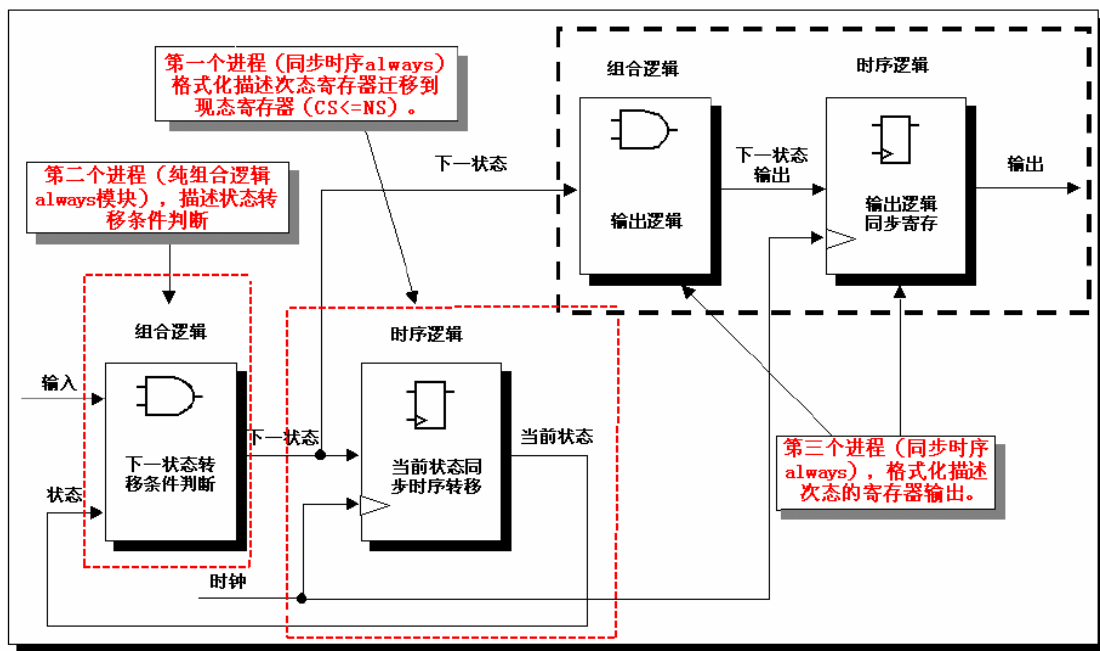
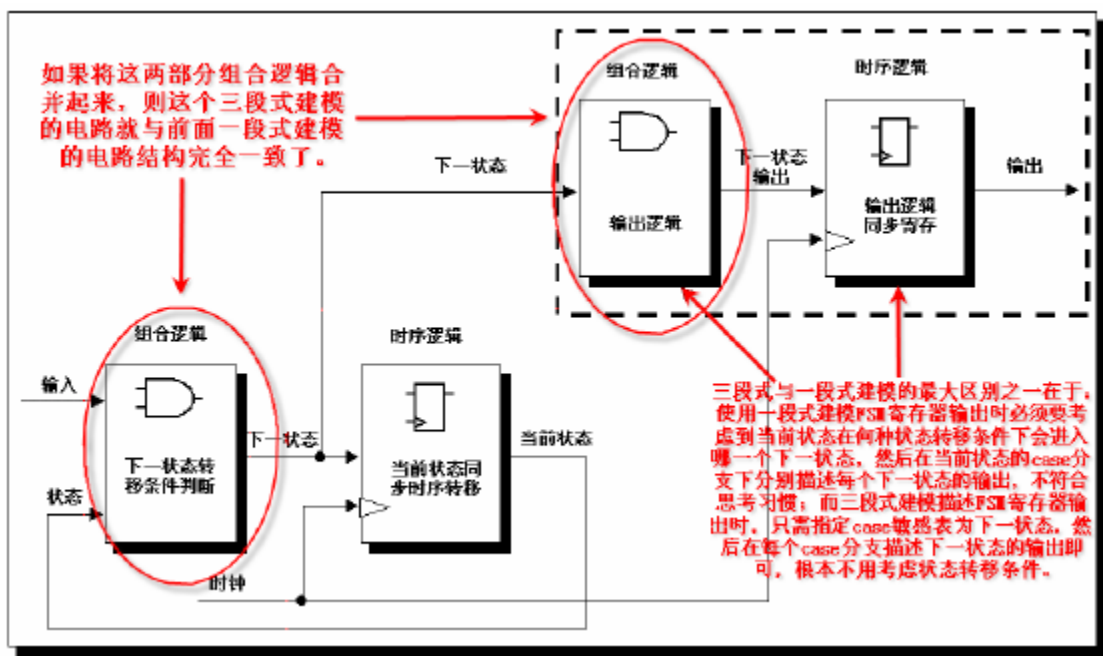

图6-6 三段式 FSM 描述结构图
图6-7 三段式建模结构与一段式建模结构的关系图
三段式写法可以概括为图 6-6 描述的结构。
这里我们反复强调 n 段式描述方法其实是 FSM 的三种建模方式。大家回顾一下状态转移图 6-3 描述的 FSM，在学习本节之前，大家可能会有产生各种不同的描述思路，通过本节的学习，希望读者能够自然而然地想到用图 6-5（对应两段式思路）和图 6-6（对应三段式思路）的结构建模。其实对于绝大多数 FSM，都可以采样图 6-4，或图 6-5，或图 6-6 的结构建模。一般来说，笔者推荐使用后两种结构建模。这是因为：两段式思路建模结构清晰，描述简洁，便于约束，而且如果允许输出逻辑允许插入一个节拍，就可以通过插入输出寄存器改善输出逻辑的时序并避免组合逻辑的毛刺；三段式思路建模结构清晰，格式化的结构，解决了不改变时序要求的前提下用寄存器做状态输出的问题。请大家仔细研究图 6-4、图 6-5、图 6-6 体会三种建模方式。
这里我们引申比较一下 3 种 FSM 建模的关系。请读者比较图 6-4 与图 6-6，如果将图 6-4 的两部分组合逻辑合并起来，则三段式建模电路于一段式建模电路的结构完全一致了，如图 6-7 所示。反过来，大家可以看到三段式与一段式的最大区别在于：使用一段式建模 FSM 的寄存器输出的时候，必须要综合考虑现态在何种状态转移条件下会进入哪些次态，然后在每个现态的 **case** 分支下分别描述每个次态的输出，这显然不符合思维习惯；而三段式建模描述 FSM 的状态机输出时，只需指定 **case** 敏感表为次态寄存器，然后直接在每个次态的 **case** 分支中描述该状态的输出即可，根本不用考虑状态转移条件。对于简单的 FSM，三段式建模的寄存器输出的优势还不是十分明显，但是对于复杂一些的 FSM，三段式建模的优势就会十分显著。
从代码上看，三段式建模的前两段与两段式建模完全相同，仅仅多了一段寄存器FSM输出。一般来说，使用寄存器输出可以改善输出的时序条件，还能避免组合电路的毛刺，所以是更为推荐的描述方式。但是电路设计不是一成不变地，在某些情况下，两段式结构比三段式结构更有优势。请大家再分析一下图6-5、图6-6的结构，细心的读者会发现，两段式用状态寄存器分割了两部分组合逻辑（状态转移条件组合逻辑和输出组合逻辑）；而三段式结构中，从输入到寄存器状态输出的路径上，要经过两部分组合逻辑（状态转移条件组合逻辑和输出组合逻辑），从时序上，这两部分组合逻辑完全可以看为一体。这样这条路径的组合逻辑就比较繁杂，该路径的时序相对紧张。也就是说，两段式建模中用状态寄存器分割了组合逻辑，而三段式将寄存器移到组合逻辑的最后端。如果寄存器前的组合逻辑过于复杂，势必会成为整个设计的关键路径，此时就不宜再使用三段式建模，而要使用两段式建模。解决两段式建模组合逻辑输出产生毛刺的方法是，额外的在FSM后级电路插入寄存器，调整时序，完成功能。
1. 启动 Synplify Pro，单击 打开“Example-6-1\FSM\state2”目录下的“state2.prj”，单击 按钮启动 RTL 视图，选择状态机模块“statemachine”，单击 按钮进入状态机层次结构，或者单击鼠标右键，在弹出命令菜单中选择【View FSM】命令，如图 6-7 所示。